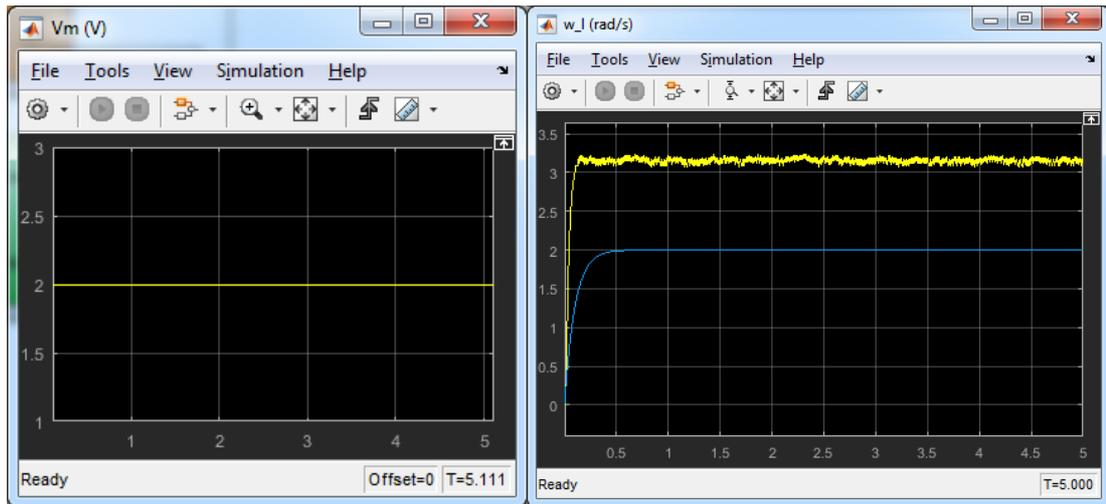

Figura 3. Entrada (izquierda) y Salida real y simulada en azul (derecha)
3. Abrir y visualizar los gráficos (*plots*) de velocidad w_1 (rad/s) y tensión de entrada del servomotor, V_m (V).
5. Ejecutar el diagrama (botón *Run*) durante 5 segundos. Al ejecutar el diagrama se deben generar gráficas similares a las mostradas en la Figura 3.